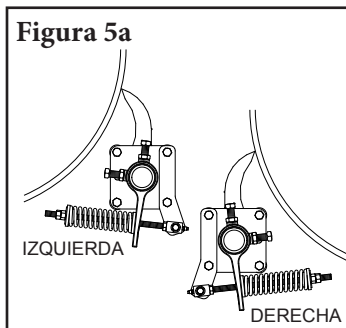
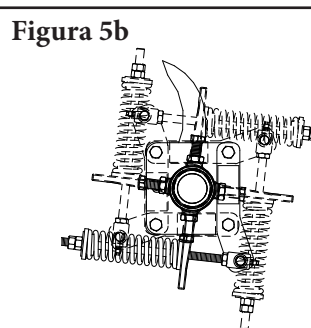
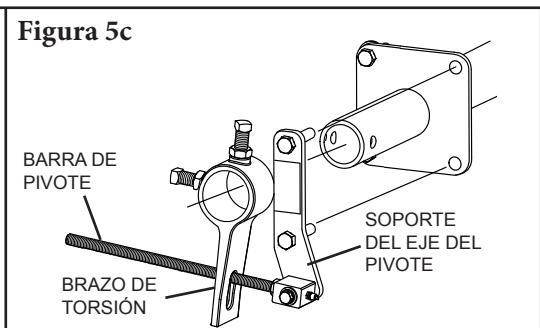

Figura 5a
Figura 5b
Figura 5c
6. **Instale el tensor.** Determine el lado y la posición deseados (Figura 5a) (el tensor se puede instalar en cualquier posición de 360° alrededor del eje como se muestra en la Figura 5b) y quite los dos tornillos de la placa de montaje que son necesarios para instalar el soporte eje pivote. Con la barra de pivote insertada a través del orificio con ranuras en el brazo de torsión, deslice juntos los dos componentes en el eje. Con los tornillos largos que se incluyen, ajuste el soporte del eje pivote en la placa de montaje y apriete (Figura 5c).